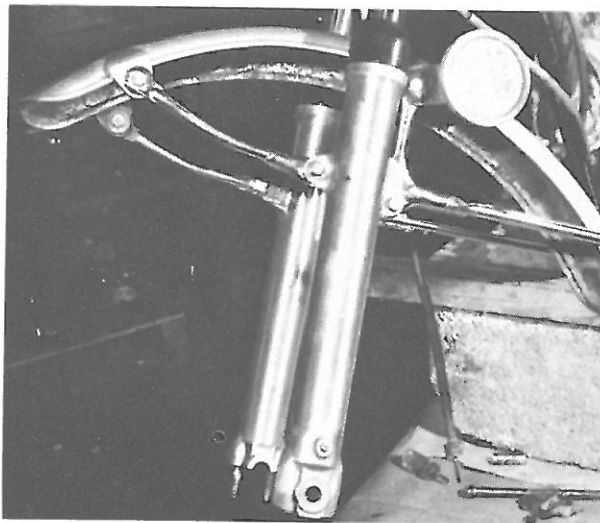

Bild 177
- Wenn nötig, kann nunmehr der Vorderkotflügel ausgebaut werden, der an jeder Seite mit drei Schrauben an den Laschen der Gabelrohre befestigt ist und als eine Einheit herausgenommen wird (Bild 177).